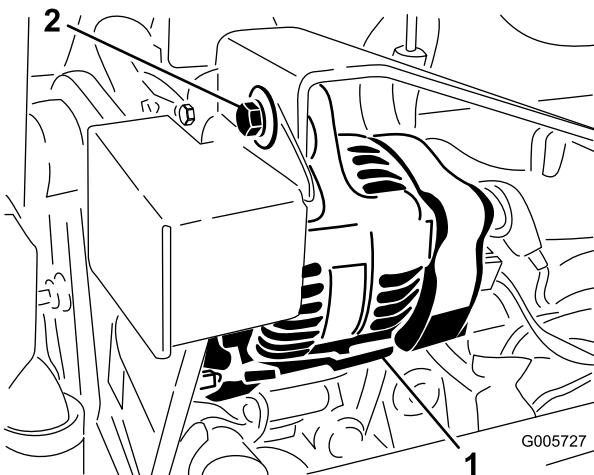

Bild 63
2. Bei einer einwandfreien Spannung lässt sich der Riemen 10 mm durchbiegen, wenn eine Kraft von 44 N auf halbem Weg zwischen den Riemscheiben angesetzt wird (Bild 63).